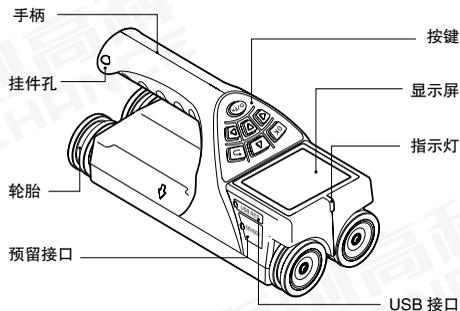

图 2-1
- 1、HC-HD90 一体式楼板测厚仪主机（图 2-1）。